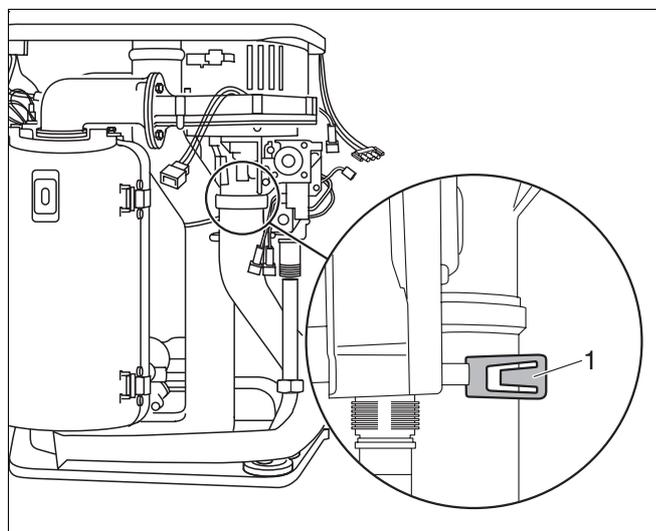

Fig. 78 Sostituire l'apparecchiatura del gas Logamax plus GB122: estrarre il tubo di aspirazione dell'aria
- Rimuovere la piastrina di sicurezza esercitando una pressione (fig. 78, pos. 1).